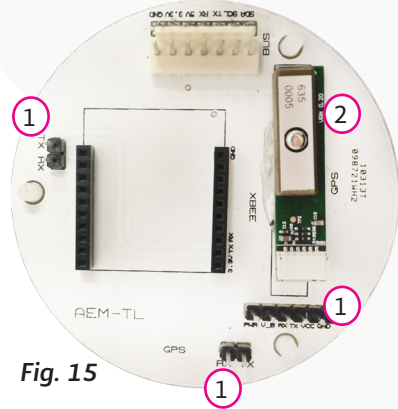

Fig. 15
- 1.- Los “headers” (A) macho de 2.54mm por la parte superior en las tres secciones indicadas. (1). Fig. 15.
- 2.- Fijar GPS (B) a la PCB, con pegamento silicón cuidando que la conexión este dirigida hacia los “headers” macho. (2). Fig. 15.